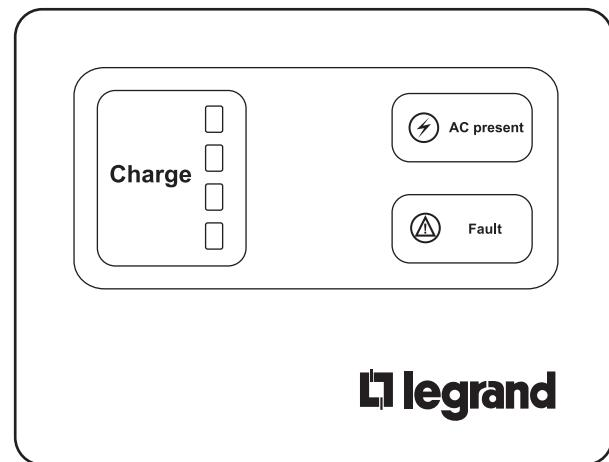

Figura 7
7. Verifique que la instalación de la unidad de carga sea correcta revisando las luces indicadoras. Existen tres conjuntos de luces indicadoras que comunican el estado de la estación de carga (Figura 7).